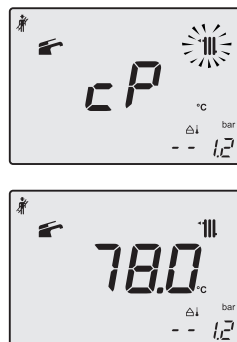

Figura 9.25
- Premendo il tasto 19 è possibile variare la potenza in modalità spazzacamino: con visualizzazione sul display LCD delle lettere **cP** che si alternano con il valore di temperatura dell'acqua di riscaldamento (es.78), siamo in "funzione spazzacamino" alla potenza massima in riscaldamento (Figura 9.25);